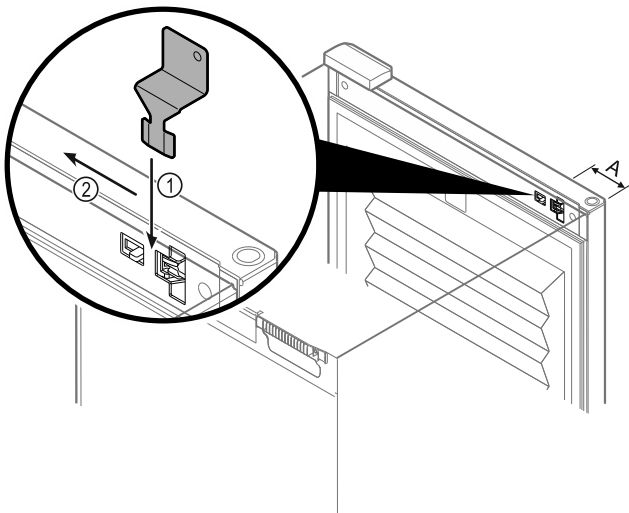

Fig. 133
- ▶ Розташуйте ключ аварійного розблокування на вказаному місці Fig. 133 (A) ≈ 100 мм.
- ▶ Вставте ключ аварійного розблокування Fig. 133 (1) між дверцятами та корпусом пристрою зверху до упору.
- ▶ Потягніть ключ аварійного розблокування у напрямку дверних петель. Fig. 133 (2)